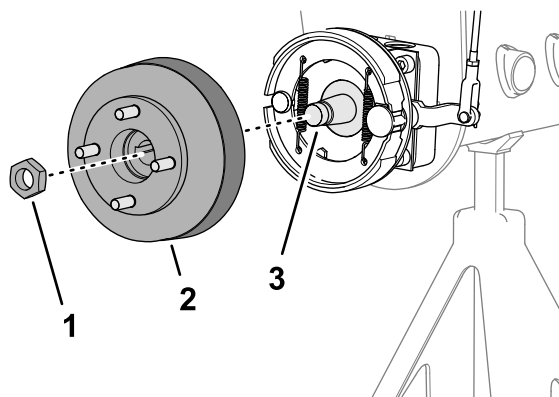
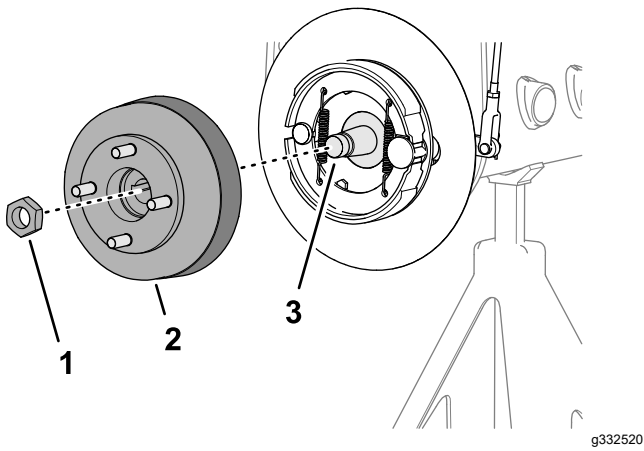

图 77
图 78
1. 卸下将轮毂固定到车轮马达轴上的锁紧螺母 图 77或 图 78。
4. 使用指定的轮毂拉拔器从车轮马达轴上卸下轮毂和制动鼓图 77或图 78。